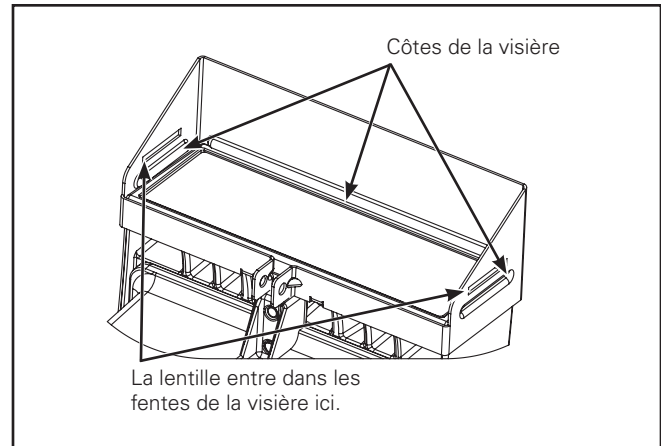
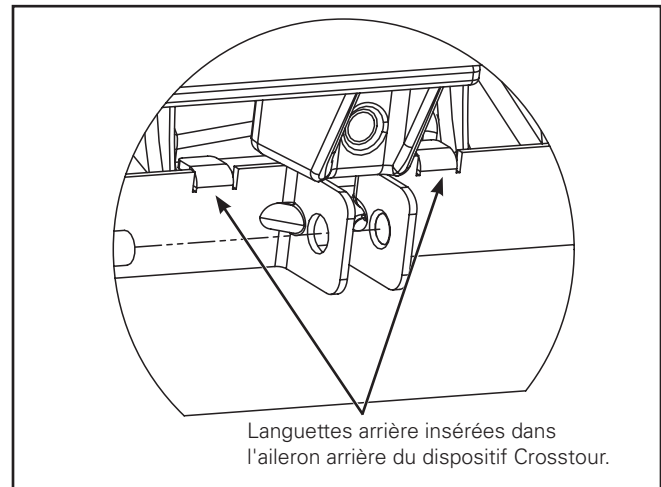
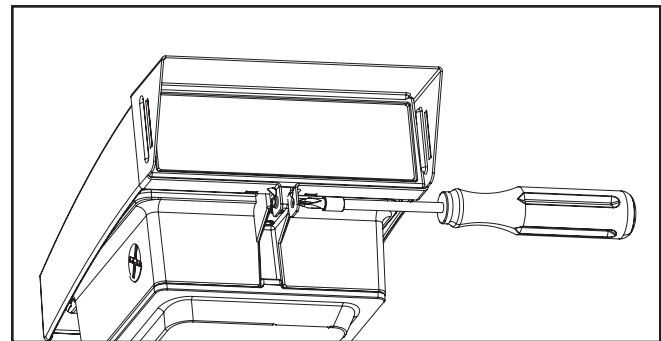

Figure 6.
Figure 7.
Figure 8.
- A. Pour l'installation de la visière seulement. Sélectionnez la lentille de la bonne taille (petite: modèles 7W, 18W et 26 W, grande: modèle 38 W). Retirez la pellicule protectrice de la lentille du parechoc. Insérez la lentille dans les fentes correspondantes de la visière en courbant cette dernière. (Figure 6.)
- B. Pour fixer la visière, sélectionnez la bonne taille de visière. Glissez la visière par le devant du boîtier du dispositif Crosstour. Les côtes de la visière devraient reposer sur la surface inférieure du dispositif Crosstour (Figure 6). Assoyez les languettes arrière de la visière sur la cavité de l'aileron du dispositif Crosstour (Figure 7). Insérez des vis filetées 8-32 de 1,9 cm (0,75 po) dans le trou de vis de la visière et serrez jusqu'à ce qu'elle soit bien fixée. Vissez et serrez à 2,3 à 2,8 Nm (20 à 25 po-lb). (Figure 8.)